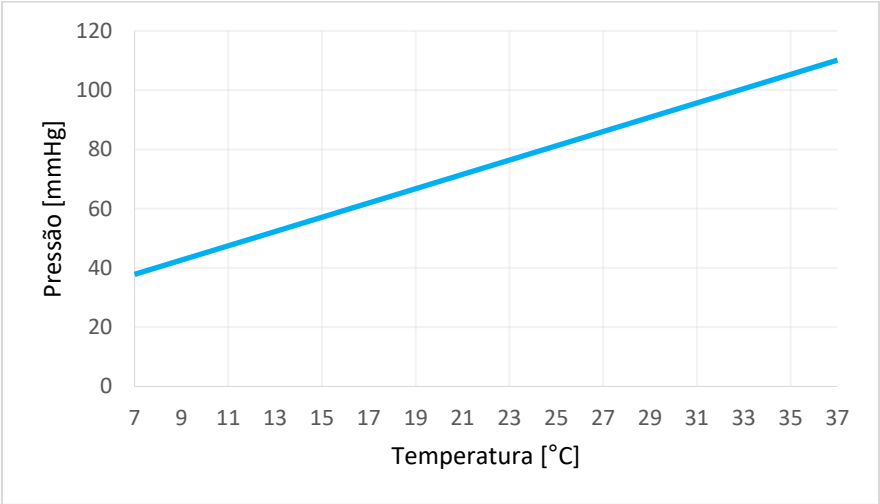
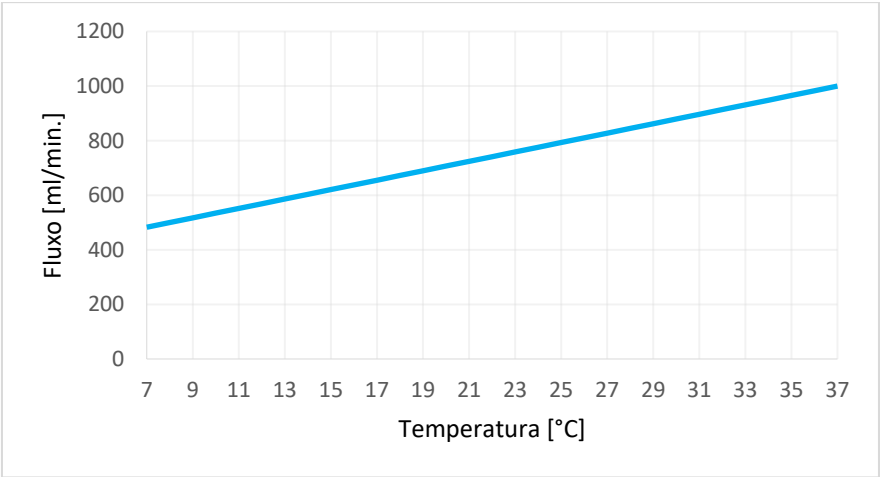

Figura 30 Limites de pressão em diferentes temperaturas
Figura 31 Limites de fluxo em diferentes temperaturas
- Coloque a segunda tampa sobre o reservatório e verifique se a direção está correta; a seta vermelha na parte inferior da etiqueta deve apontar na direção da unidade de bomba; veja a Figura 30.
mostradas na Figura 30. Os fluxos admissíveis em diferentes temperaturas são mostrados na Figura 31.